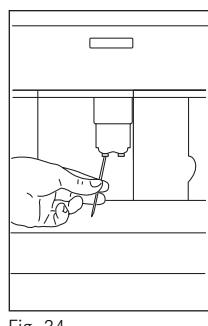

Fig. 34
- Controllare periodicamente che i fori dell'erogatore caffè non siano otturati. Se necessario, rimuovere i depositi di caffè con uno stuzzicadenti (Fig. 34).